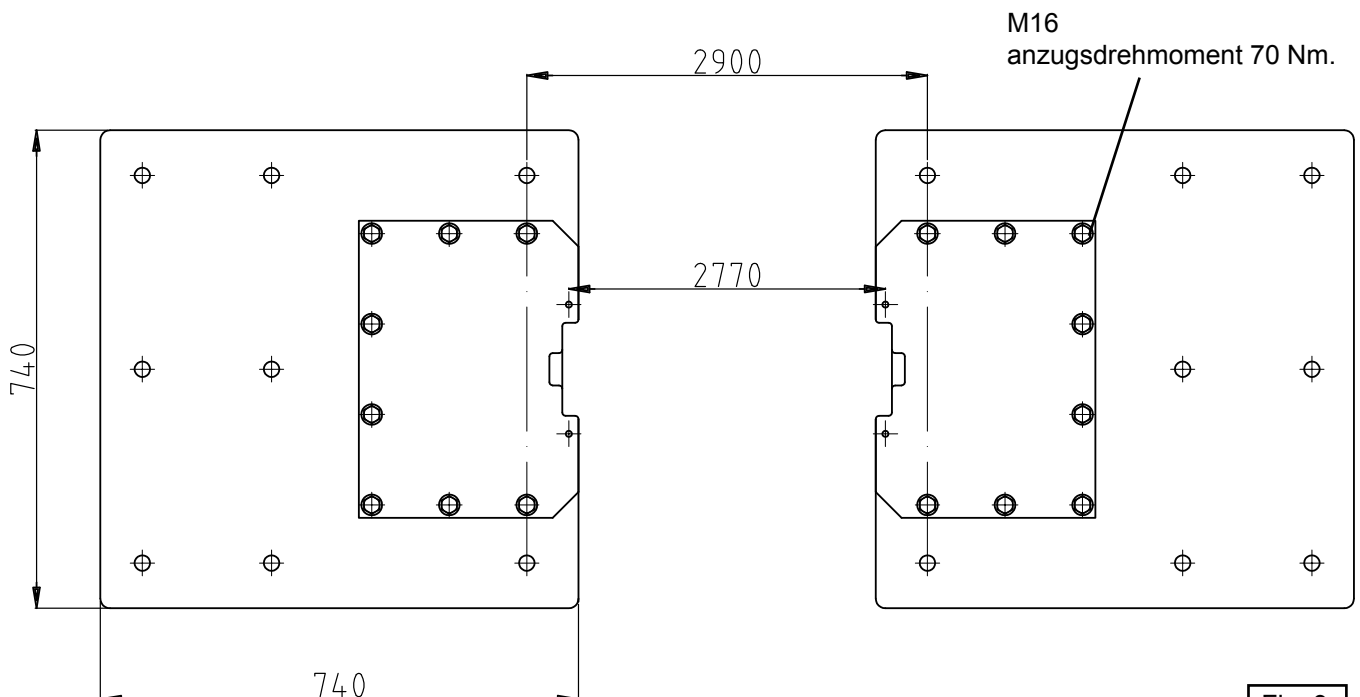

Fig. 9
Wenn der Boden die gewünschten Verankerungseigenschaften nicht aufweist, muss eine Zusatzplatte gemäß der folgenden Zeichnung installiert werden. (Abb. 9)
- Die Säulen gemäß dem Schema Abb. 9 oder Abb. 10 positionieren, je nachdem, ob die Zusatzplatte verwendet oder nicht verwendet wird. Ein Gerät mit einer Tragfähigkeit von 500kg verwenden und sich vergewissern, dass die Säulen stabil sind, um zu vermeiden, dass sie während der Ausnivellierung und der Befestigung fallen können.
- Die Bohrung in den Löchern mit 2900-mm-Achsabstand gemäß Abb. 9 oder Abb. 10 ausführen und die Verankerungsbolzen einführen.